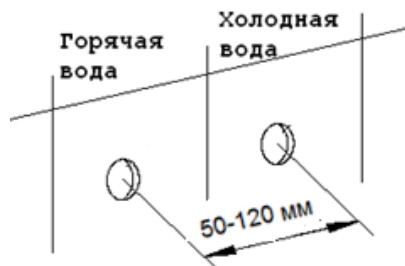

Рис. 4
1. Выводы горячей и холодной воды с G1/2 внутренней резьбой должны быть установлены с расстоянием между центрами от 50 до 120 мм, убедитесь, что центральная линия расположена строго горизонтально и вертикально к стене. Левый вывод – труба с горячей водой, правый вывод – труба с холодной водой (рис.4)